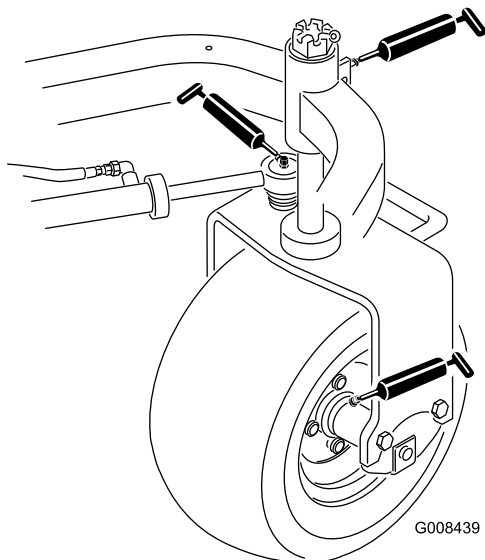

Figura 33
- Cubo da roda traseira (1) (Figura 33)
- Rolamento giratório (1) (Figura 33)
- Cilindro da direcção (2) (Figura 33)